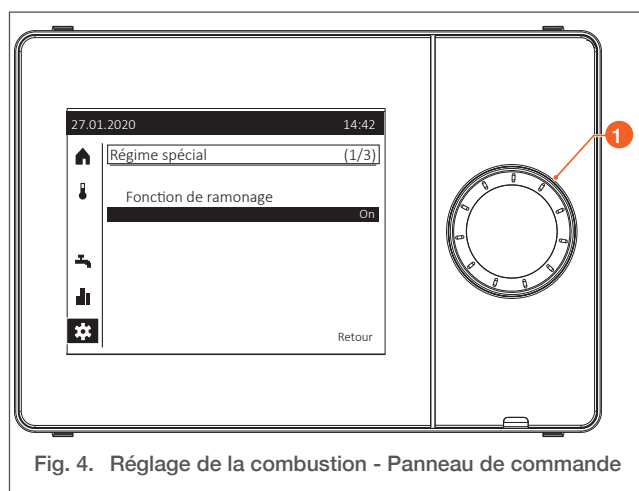
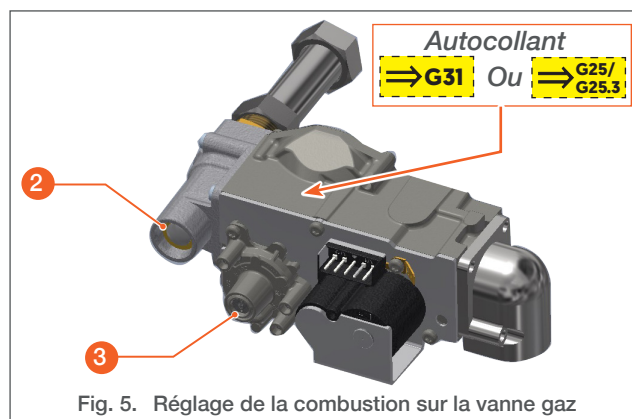

Fig. 4. Réglage de la combustion - Panneau de commande
Fig. 5. Réglage de la combustion sur la vanne gaz
Procédure de réglage (Fig. 4 & Fig. 5)
- ▶ Sur la vanne gaz (Fig. 5), placer l'autocollant jaune indiquant qu'une conversion a été effectuée.